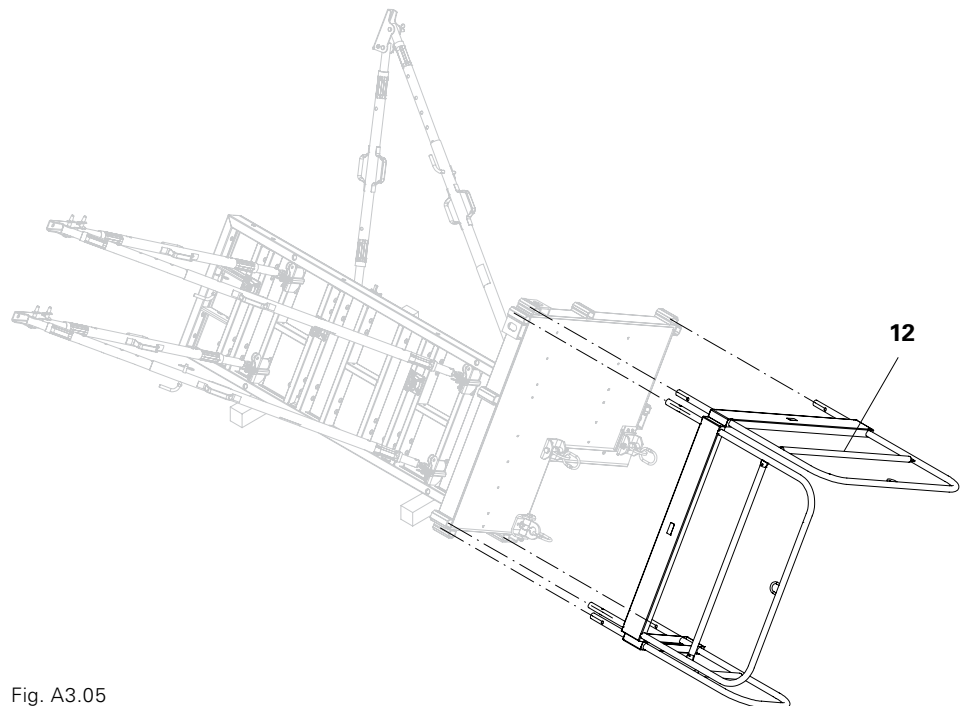

Fig. A3.05
6. Insert guardrails (12). (Fig. A3.05)